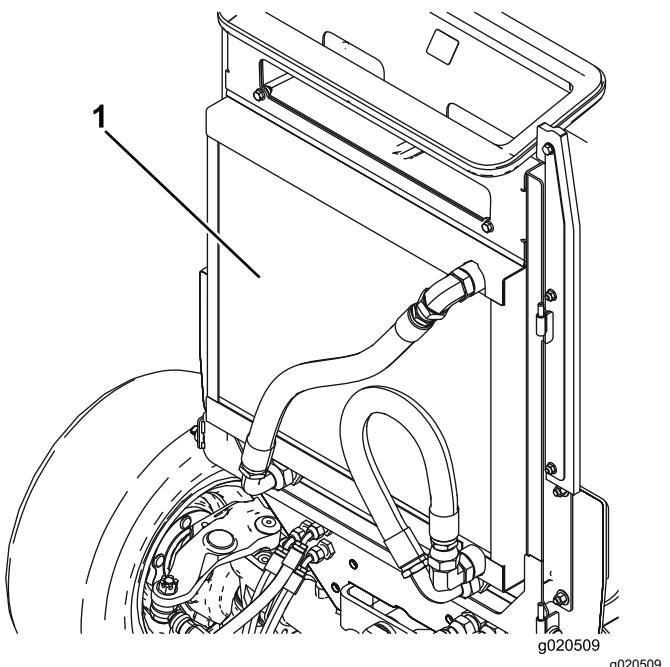

Bild 79
5. Reinigen Sie beide Seiten des Ölkühlers und des Kühlers gründlich mit Druckluft (Bild 79).